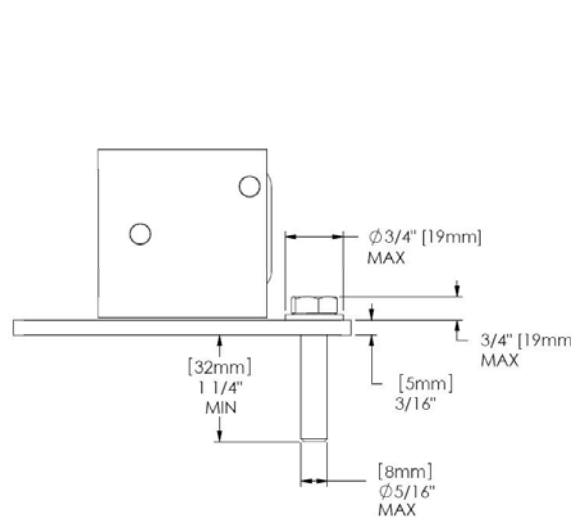

Figura 1 – Tamaño del anclaje de montaje superficial.
- Para la unidad de montaje superficial: se requieren (4) anclajes no corrosivos por unidad (no incluidos). Vea la figura 1 para ver el tamaño recomendado.